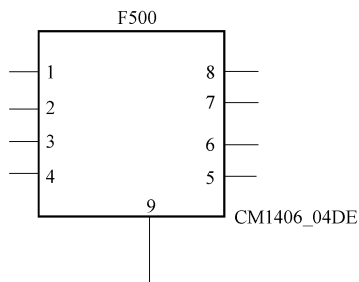

图 5-107 F500 相关电路截图
- 1) 该机 CN701 的第⑥脚是来自电源 IC U402 (PCF50611HN02N2) 的第②⑧脚，此两脚相通则说明控制信号正常。
- 2) F500 相关电路截图如图 5-107 所示。